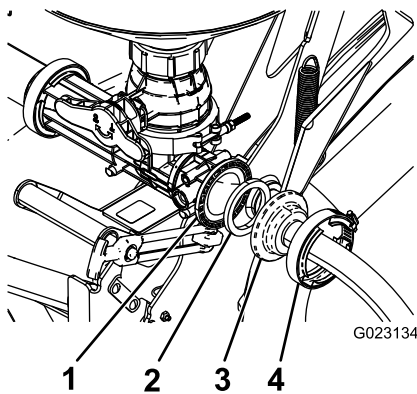

Figura 25
1. Sujete el extremo de la manguera de alimentación que no lleva conector estanco al orificio de la válvula del eyector que está orientado hacia atrás, con una junta y una abrazadera sin fin (Figura 25).